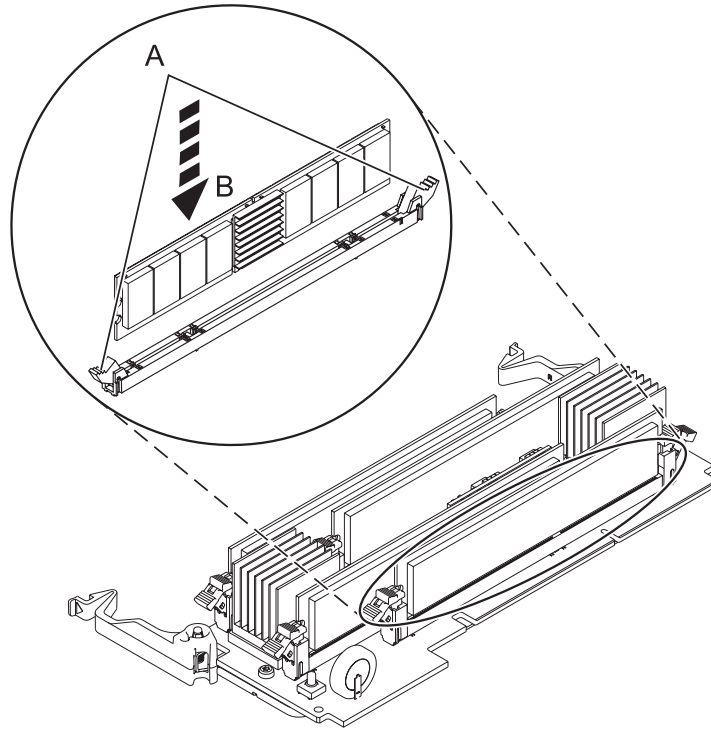

Figure 11. Remise en place d'un module de mémoire
11. Vérifiez que les languettes de verrouillage du connecteur **(A)** sont ouvertes en position déverrouillée, comme indiqué dans la figure 11, à la page 25, avant d'installer un nouveau module de mémoire.